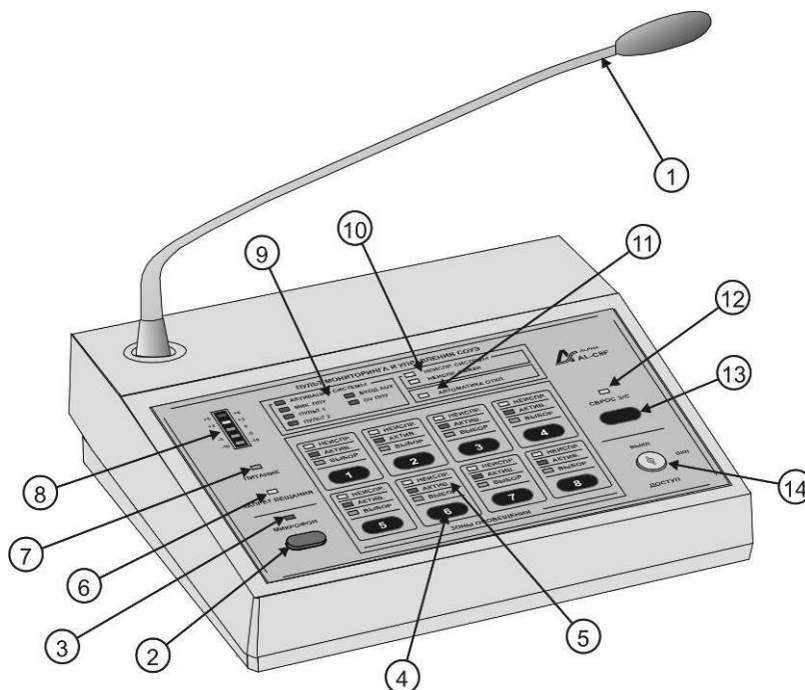

Рис. 1. Общий вид
- 3) Произнесите сообщение в микрофон (индикатор уровня аудио сигнала (см. Рис.1 п.8) не должен заходить в красную зону) и отрегулируйте, при необходимости, уровень громкости с помощью регулятора «PULT1» или «PULT2» (в зависимости от того, к какому разъему подключен данный пульт) в ППУ AL-8MP2 (см. ТД на ППУ AL-8MP2).